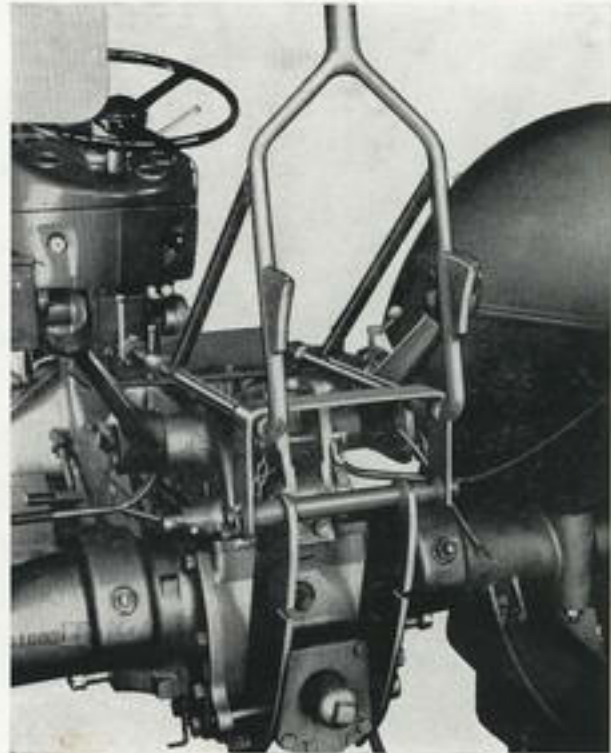

Fig. 25
- 5) Mettre en place le releveur comme indiqué sur la figure 25.